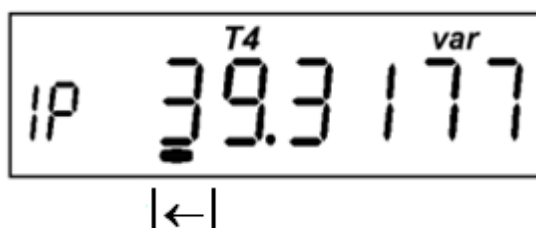

Рисунок 4.13
- прогнозируемая фактическая величина отпущенной реактивной мощности (отображается мнемоникой "var" и маркером "|←") (Рисунок 4.13):